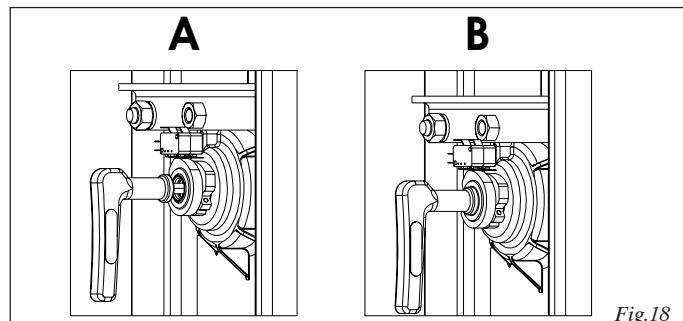

Fig.18
- placer la clé spéciale qui se trouve à l'intérieur du montant dans le trou de déverrouillage (fig.18 réf. A) et tourner en sens horaire de quelques tours jusqu'à la butée mécanique.
**Attention: Sur la clé de déverrouillage se trouve un bord circulaire qu'on doit poser contre l'arbre (fig.18 réf.B); une fois cette position atteinte, cesser de tourner la clé de déverrouillage pour éviter de compromettre la fonctionnalité du système même.**